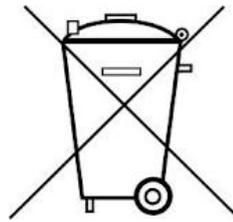

Fig. 1 Mesure de la densité du flux dans la couche d'air entre les cosses d'un électro-aimant dans le montage expérimental de l'appareil de base à effet Hall
- Monter l'expérimentation comme sur la fig. 1